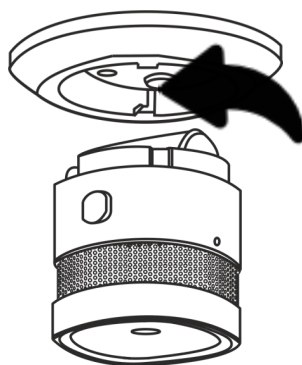

Рисунок 6 – Отсоединение монтажного кронштейна от корпуса датчика дыма
3. Отсоединить монтажный кронштейн, повернув его против часовой стрелки, как указано на рис. 6.